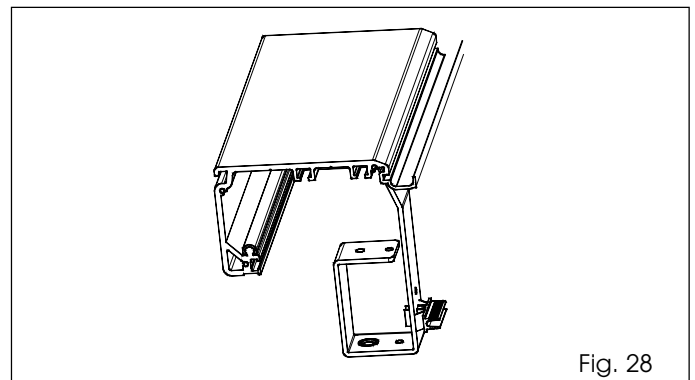

Fig. 28
- Fissare la staffa supporto pomello di sblocco interno all' altra estremità della traversa (dalla parte del gruppo motore) considerando le quote di figure 4, 5 e 6 e come indicato in fig. 28. La staffa supporto pomello di sblocco interno va sempre montata, anche se non si utilizza il blocco motore.